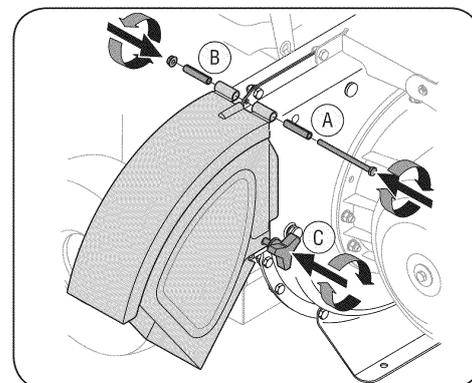

Рис.4
3. Совместите дефлектор лотка и нагнетательное отверстие, вставьте болт с шестигранной головкой и прокладку через шарнир дефлектора лотка (прокладки устанавливаются внутри шарниров). Смотри рисунок 4.